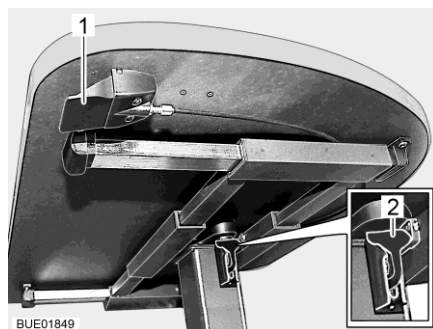

Fig. 79 Tavolo rialzabile con tasto di sblocco
- Tirare o spingere la leva di serraggio (Fig. 79,2) verso il basso.
- Premere verso l'alto la leva di serraggio (Fig. 79,2).
- Premere e tenere premuto il tasto di sblocco (Fig. 79,1). Il piano del tavolo va automaticamente verso l'alto fino al fine corsa.
- Rilasciare il tasto di sblocco (Fig. 79,1). Il piano del tavolo rimane nella posizione selezionata.
- Premere e tenere premuto il tasto di sblocco (Fig. 79,1).
- Rilasciare il tasto di sblocco (Fig. 79,1). Il piano del tavolo rimane nella posizione più bassa.